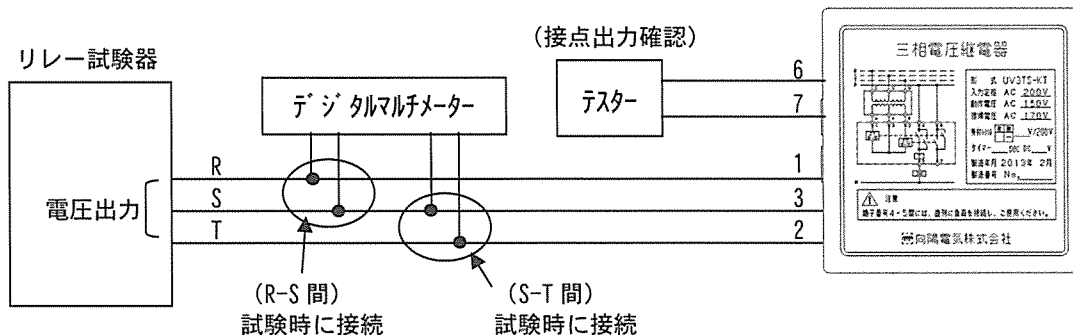

図6 動作値、復帰値試験 機器接続図
- (1) 図6のように接続し、定格電圧を印加します。
- (2) 動作値確認は、リレー試験器のR-S間もしくはS-T間の出力電圧を下げっていきます。
- (3) 動作した直後の電圧が規定の許容範囲以内であることを確認します。